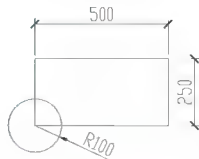

图 4.131 移动图形
- (1) 按图 4.131 中尺寸绘制图形。
(2) 只执行一次【移动】命令将图 4.131 中的圆移到矩形的中心。